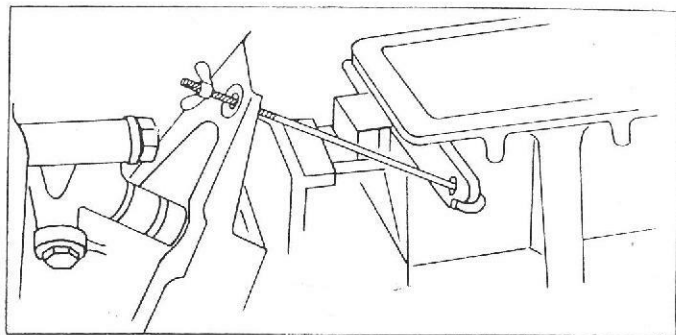

FIG. 5
- engagez l'extrémité recourbée de la tige spéciale fournie avec l'outillage dans l'œil prévu sur le carter de la boîte de vitesses, et passez l'autre extrémité dans la fourchette de débrayage (fig. 5),